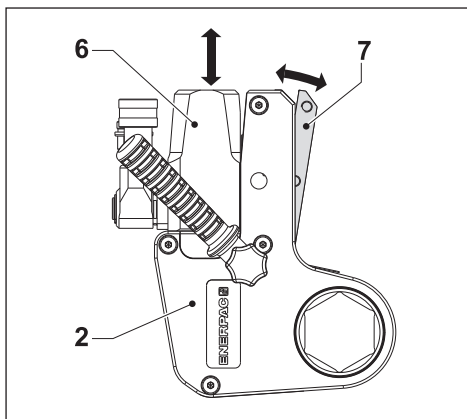

图 4
3.3.1 要拆卸驱动盒 （图 4 和 5）
(图 4 和 5)